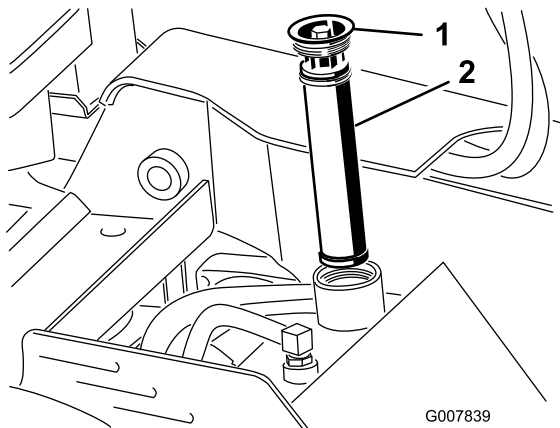

Figure 66
4. Déposez l'ancien filtre et mettez-le au rebut (Figure 66).
5. Mettez en place le filtre hydraulique de rechange et le bouchon de remplissage (Figure 66), et serrez le boulon sur le dessus à un couple de 13 à 15,5 N·m.
7. Enlevez le bouchon de remplissage du réservoir de liquide hydraulique ainsi que le filtre (Figure 66).
12. Mettez en place le filtre hydraulique et le bouchon de remplissage (Figure 66), et serrez le boulon sur le dessus à un couple de 13 à 15,5 N·m.